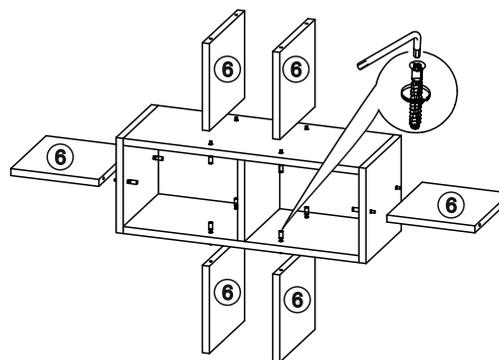

рис. 2
2. К получившейся конструкции прикрутить вязки (6) евровинтами (рис. 2)